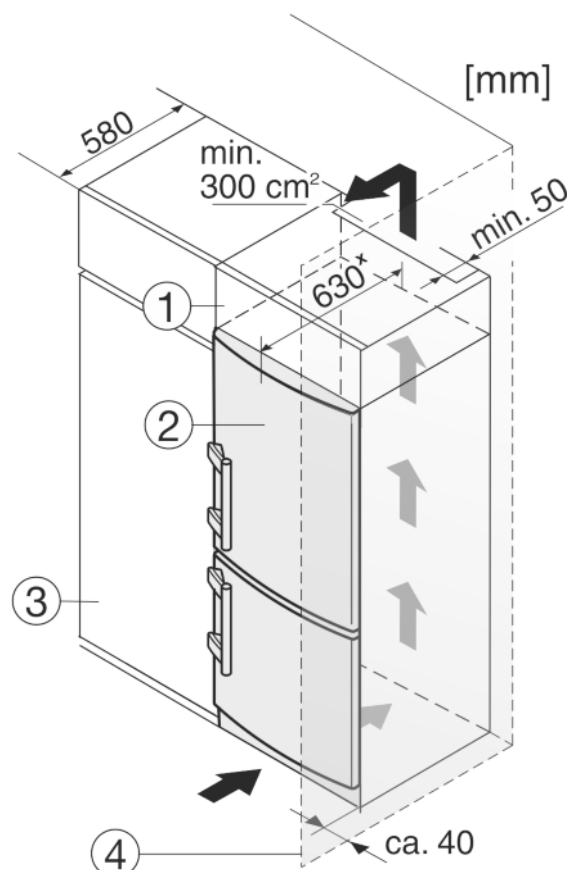

Fig. 8
- (1) Élément haut
- (2) Appareil
- (3) Placard de cuisine
- (4) Mur
L'appareil peut être entouré de meubles de cuisine. Pour adapter l'appareil Fig. 8 (2) à la hauteur des placards de la cuisine intégrée, on peut placer un élément haut Fig. 8 (1) au-dessus de l'appareil.
Lors de la transformation avec des placards de cuisine (profondeur max. 580 mm), l'appareil peut être placé directement à côté du placard de cuisine *Fig. 8 (3)*. L'appareil dépasse latéralement de 34 mm^x et de 50 mm^x au centre de l'appareil par rapport à la face avant du placard de cuisine.
Si l'appareil est installé avec les charnières à côté d'un mur *Fig. 8 (4)*, la distance entre l'appareil et le mur doit être de 40 mm min. Ceci correspond à la saillie de la poignée lorsque la porte est ouverte.